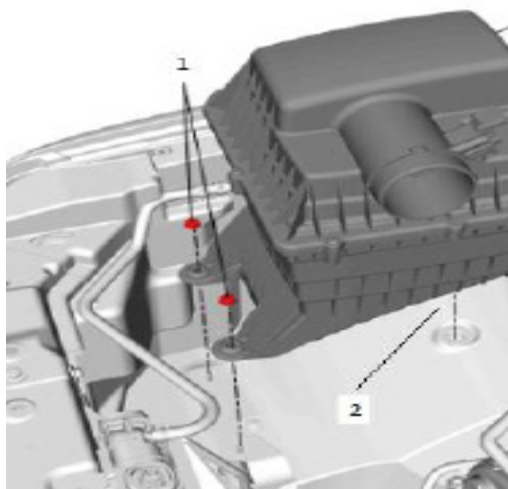

Figura 4
- Instale el nuevo ensamblaje de la caja en la camioneta. Asiente la caja en el pasacables en el pozo de la defensa (2 en la figura 4) y empuje firmemente hacia abajo para asentar. Vuelva a instalar las tuercas (1 en la figura 4) en las patas de la caja y apriete a 12 Nm (9 pies lb).